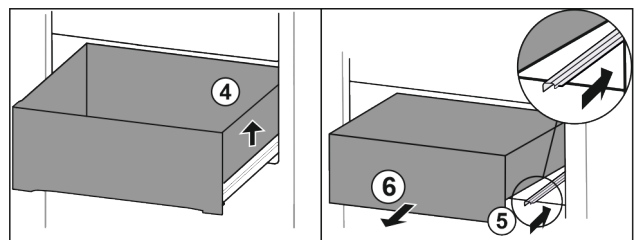

Fig. 92
- Schubfach rechts anheben. Fig. 92 (4)
- Rechte Schiene einschieben. Fig. 92 (5)
- Schubfach nach vorne entnehmen. Fig. 92 (6)